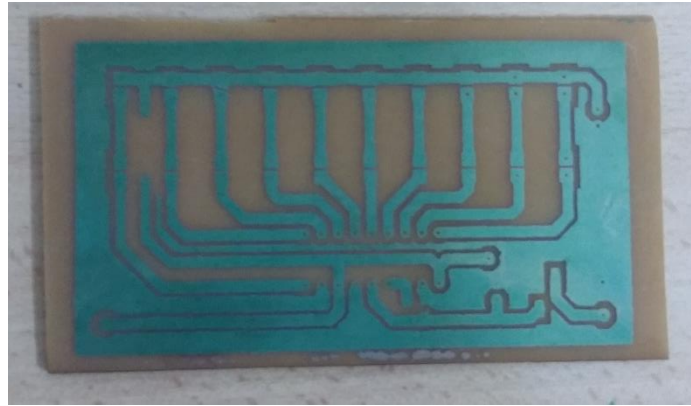

Figura 34. Proceso terminado del quemado de baquelita.
- Cuando se haya terminado el proceso de atacado químico, lave la baquelita con agua fría y séquela con una bayetilla limpia. El resultado se muestra en la Figura 34.